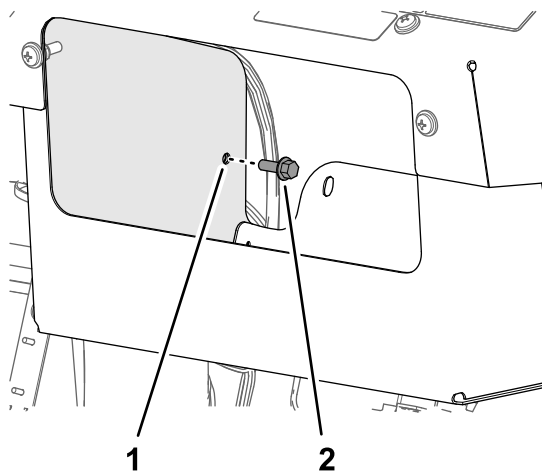

**Figure 19**
2. Continuez d'acheminer la branche du faisceau du kit vers le haut et sous la planche de bord de la machine (Figure 19).